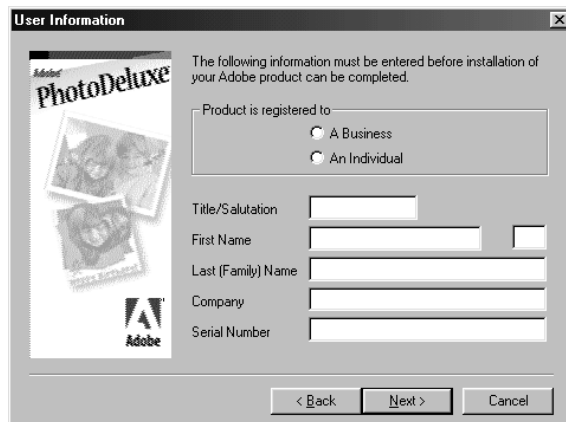

Figura 17: Installazione di Adobe PhotoDeluxe 2.0
8. Selezionare “Typical” e fare clic su “Next” per continuare. Apparirà una schermata come quella della figura 17.